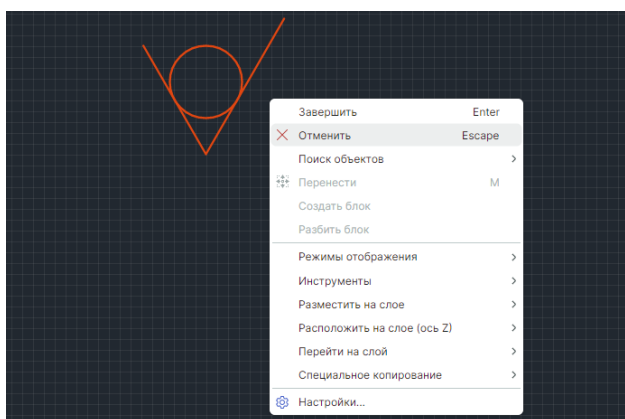

Рис. 311 Отмена размещения
4. Размещение можно отменить, для этого нажмите клавишу «Escape» или вызовите контекстное меню и выберите «Отменить», см. Рис. 311.